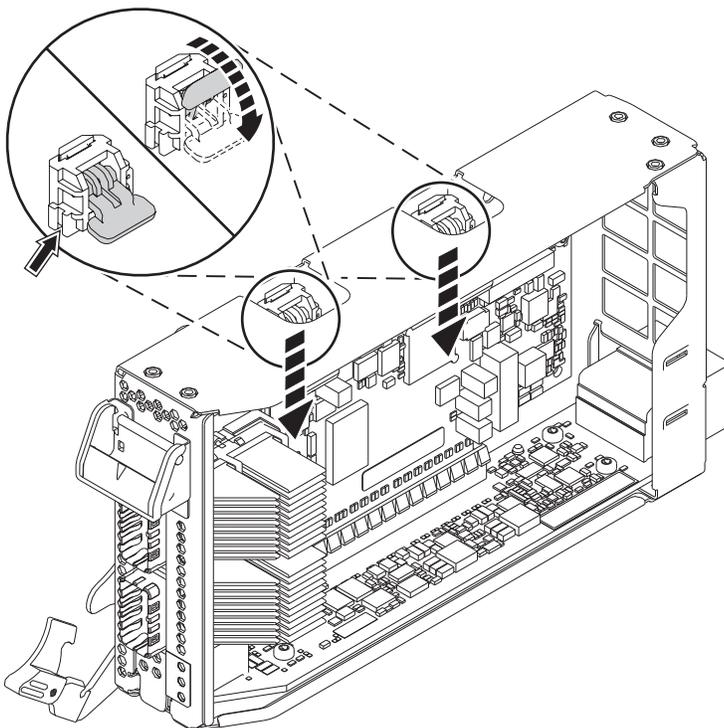

Abbildung 43. Kassettenverriegelungen einrasten lassen
- d. Drehen Sie die Kassettenverriegelungen an der Oberkante der Kassette, damit der Adapter einrastet. Siehe Abb. 43.